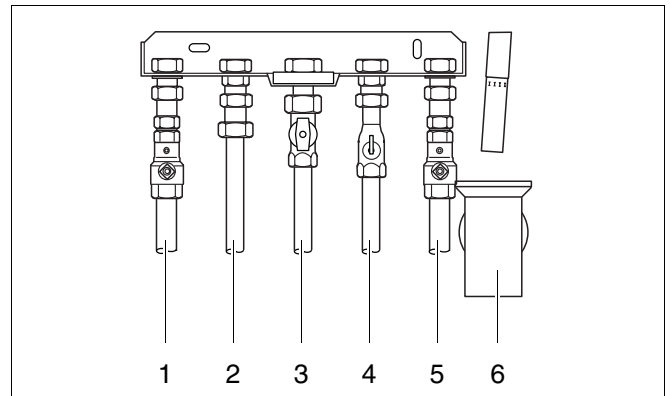
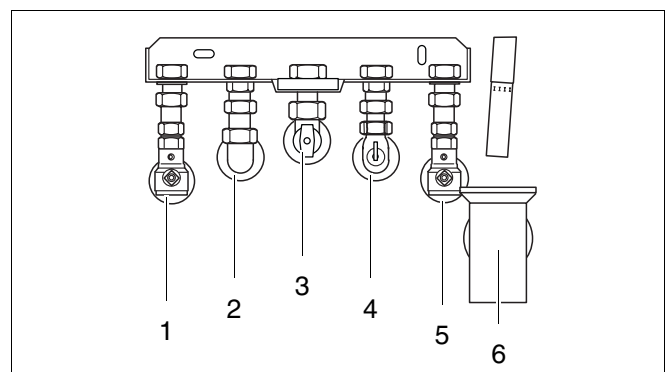

Abb. 7 Rohranschlüsse Aufputzmontage GB122-24K
Abb. 8 Rohranschlüsse Unterputzmontage GB122-24K
- Rohre spannungsfrei anschließen (Abb. 7 und Abb. 8).